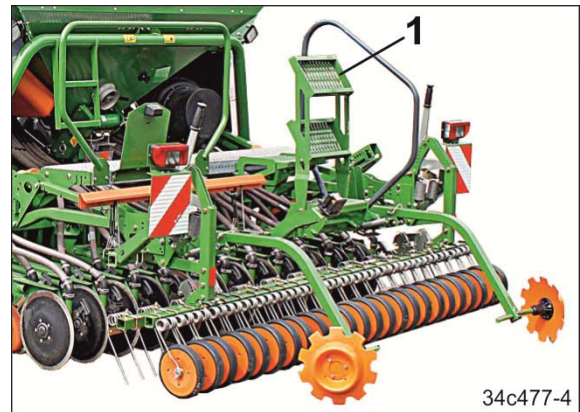

Fig. 110
1. Fold in the steps (Fig. 110/1).